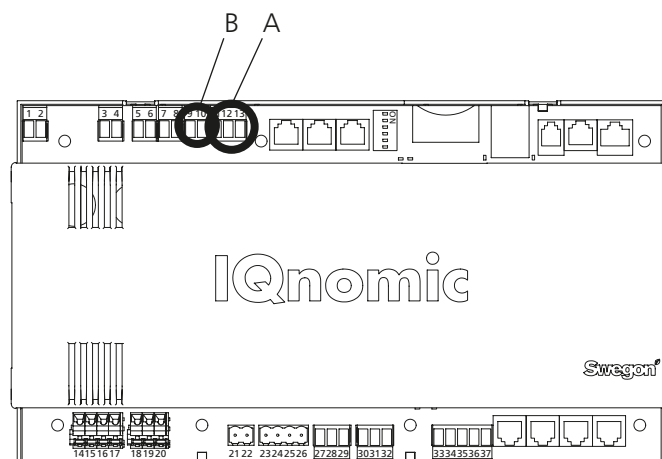

Рис. 6
Напряжение питания 24 В AC подключается к клеммам Vin+ (24) и GND (23) или может быть подано с автоматики агрегата, см. ниже и В на рис. 6.
Подключить сеть через устройство коммуникации GOLDen GATE к автоматике COMPACT (А на рис. 6). Использовать 3-жильный кабель.